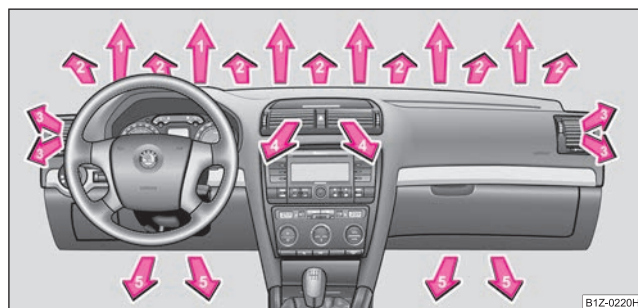
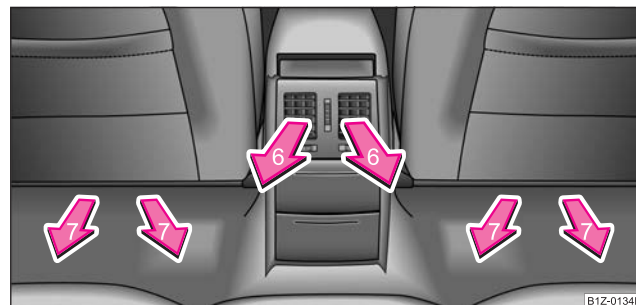

Fig. 126 Difusores de salida de aire delanteros
Fig. 127 Difusores de salida de aire traseros
- Oriente los difusores **3** y **4** de tal modo, que la corriente de aire esté dirigida ligeramente hacia arriba ⇒ página 115, fig. 126.
- Orientar los difusores de salida de aire **2 y 3** ⇒ página 115, fig. 126 de tal modo, que la corriente de aire esté dirigida ligeramente hacia arriba.
Ud. puede regular la distribución de aire a los difusores mediante las teclas de la unidad de mando del Climatronic ⇒ página 112. Los difusores 3, 4 ⇒ fig. 126 y 6 ⇒ fig. 127 se pueden cerrar y abrir por separado: